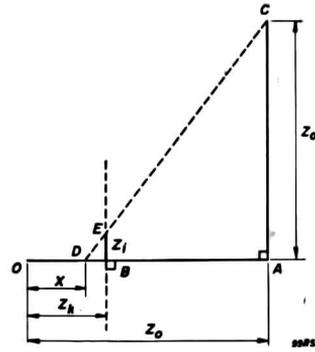

FIG. 55
3. $\overline{OD} < \overline{OB}$ (fig. 55). O ponto E estará acima do segmento OBDA.